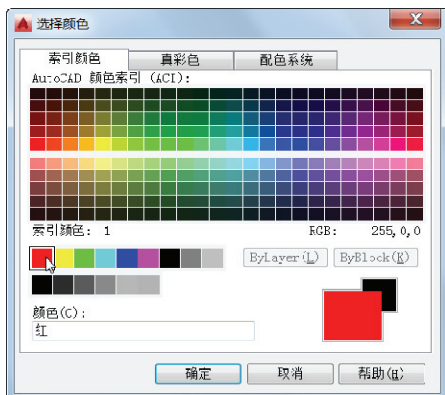

图 6-12 选择颜色
- 9) 单击“中心线”层相应的“颜色”单元格, 打开“选择颜色”对话框, 从中选择红色, 如图 6-12 所示, 然后单击“选择颜色”对话框中的“确定”按钮。